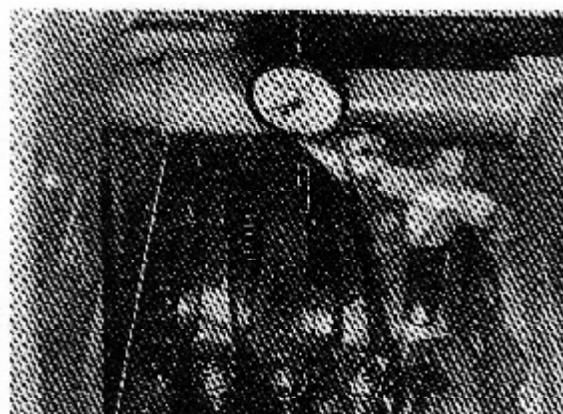

Рис. 2-62 (К21920). Циферблатный индикатор на месте – щуп касается плунжера.
2. Установите опорный блок 3375007 на кожух коромысла выбранного цилиндра, а щуп циферблатного устройства 3375005 на верху плунжера инжектора. Рис. 2-62